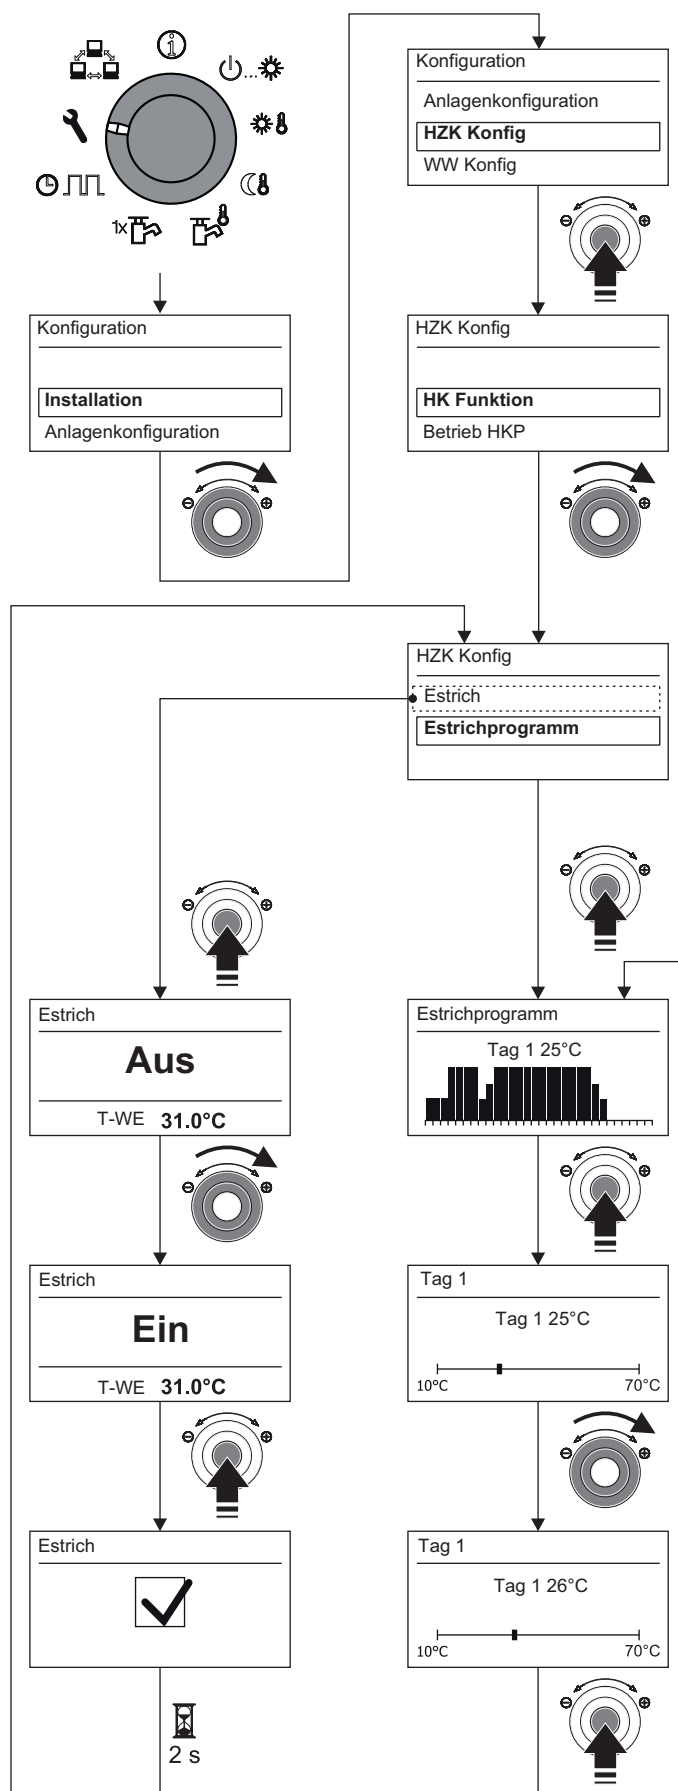

Bild 4-21 Estrichprogramm einstellen
- Die Funktion Estrich in den Anlagenparametern auf "Ein" stellen (siehe auch Bild 4-21).